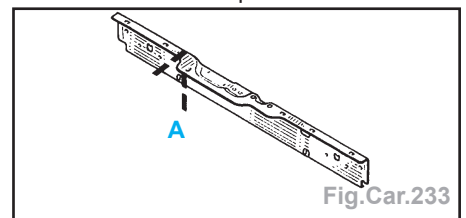

Fig.Car.233
- Cette opération s'effectue suivant deux possibilités (Fig.Car.233) :